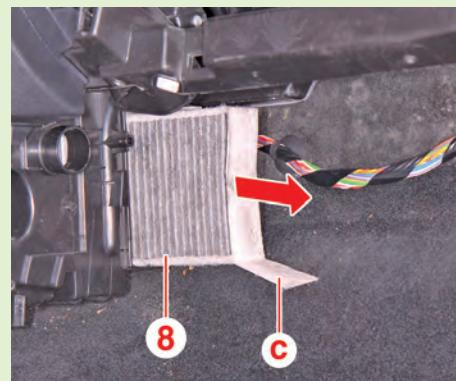

Fig.6
- Extraire le premier filtre d'habitacle (8) en le pliant légèrement et en le tirant par la languette (c) (Fig.6).